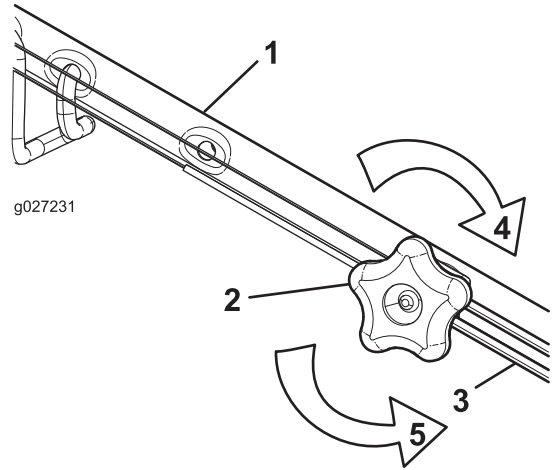

Figura 24
- Gire el pomo de ajuste en sentido antihorario para aflojar el cable (Figura 24).
- Ajuste la tensión del cable (Figura 24) tirando del mismo hacia atrás o empujándolo hacia adelante, y sujételo en esa posición.